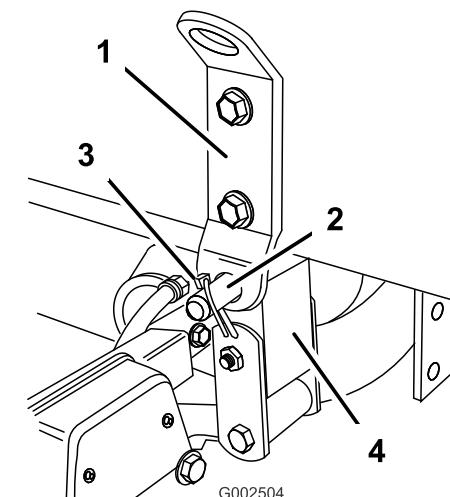

図 21
7. ピボット・ラグにクレビスピンドル (3/4 in) とリンチピン (2本) を差し込んで、タンク台とフレームとを連結する（図 21）。
10. タンク台と車体フレームとが整列しているかどうか点検する。必要であれば、ピボット・ラグをタンク台に固定しているボルトを少しうるめる（図 21）。クレーンやホイストを使って、タンク・アセンブリをほんのわずか吊り上げ、車体フレームとタンク台を整列させる。タンク台と車体フレームがきちんと整列したら、ピボット・ラグのボルトを締め付ける。